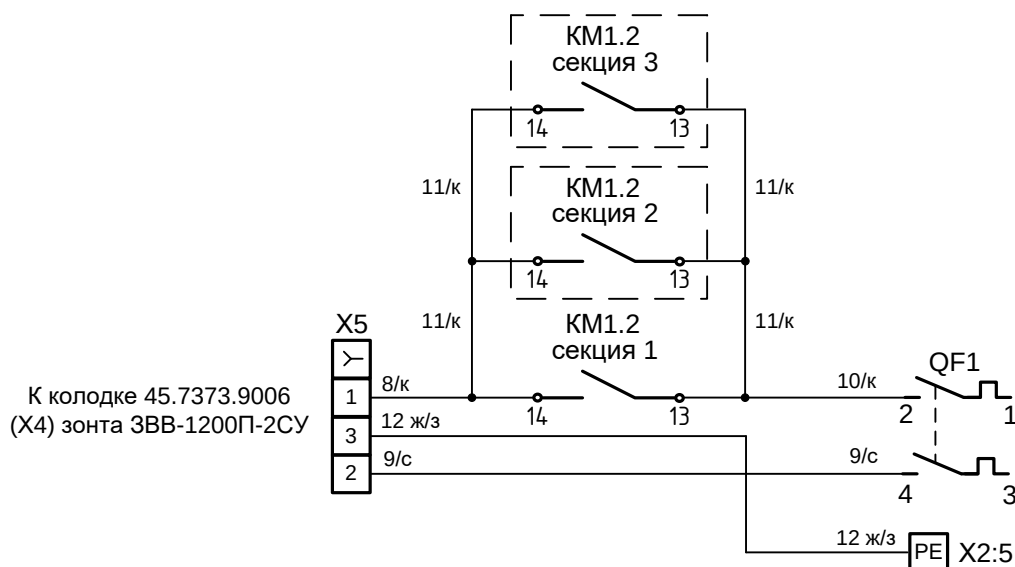

Рис.2 Схема подключения зонта ЗВВ-1200П-2СУ к верхней секции шкафа ЭСП 2EN-Super
- провод поз. 8/к подключить: один конец с наконечником гильза к контактору КМ1:14 верхней секции шкафа, а другой конец с наконечником SF2DK (Фз) - к колодке 45.7373.9005 из комплекта согласно рис. 2;
- провод поз. 10/к подключить: один конец к автоматическому выключателю QF1:2, а другой конец - к контактору КМ1:13 верхней секции шкафа согласно рис. 2;
- провод поз. 9/с подключить: один конец с наконечником гильза к автоматическому выключателю QF1:4 верхней секции шкафа, а другой конец с наконечником SF2DK (Фз) - к колодке 45.7373.9005 из комплекта согласно рис. 2;
- провод поз. 12/ж-з подключить: один конец с наконечником гильза к клемме Wago X2:5 верхней секции шкафа, а другой конец с наконечником SF2DK (Фз) - к колодке 45.7373.9005 из комплекта согласно рис. 2;
- провод поз. 11/к подключить: один конец к контактору КМ1:13 верхней секции шкафа, а другой конец к контактору КМ1:13 средней секции шкафа согласно рис. 2;
- провод поз. 11/к подключить: один конец к контактору КМ1:14 верхней секции шкафа, а другой конец к контактору КМ1:14 средней секции шкафа согласно рис. 2;
- провод поз. 11/к подключить: один конец к контактору КМ1:13 средней секции шкафа, а другой конец к контактору КМ1:13 нижней секции шкафа согласно рис. 2;
- провод поз. 11/к подключить: один конец к контактору КМ1:14 средней секции шкафа, а другой конец к контактору КМ1:14 нижней секции шкафа согласно рис. 2;